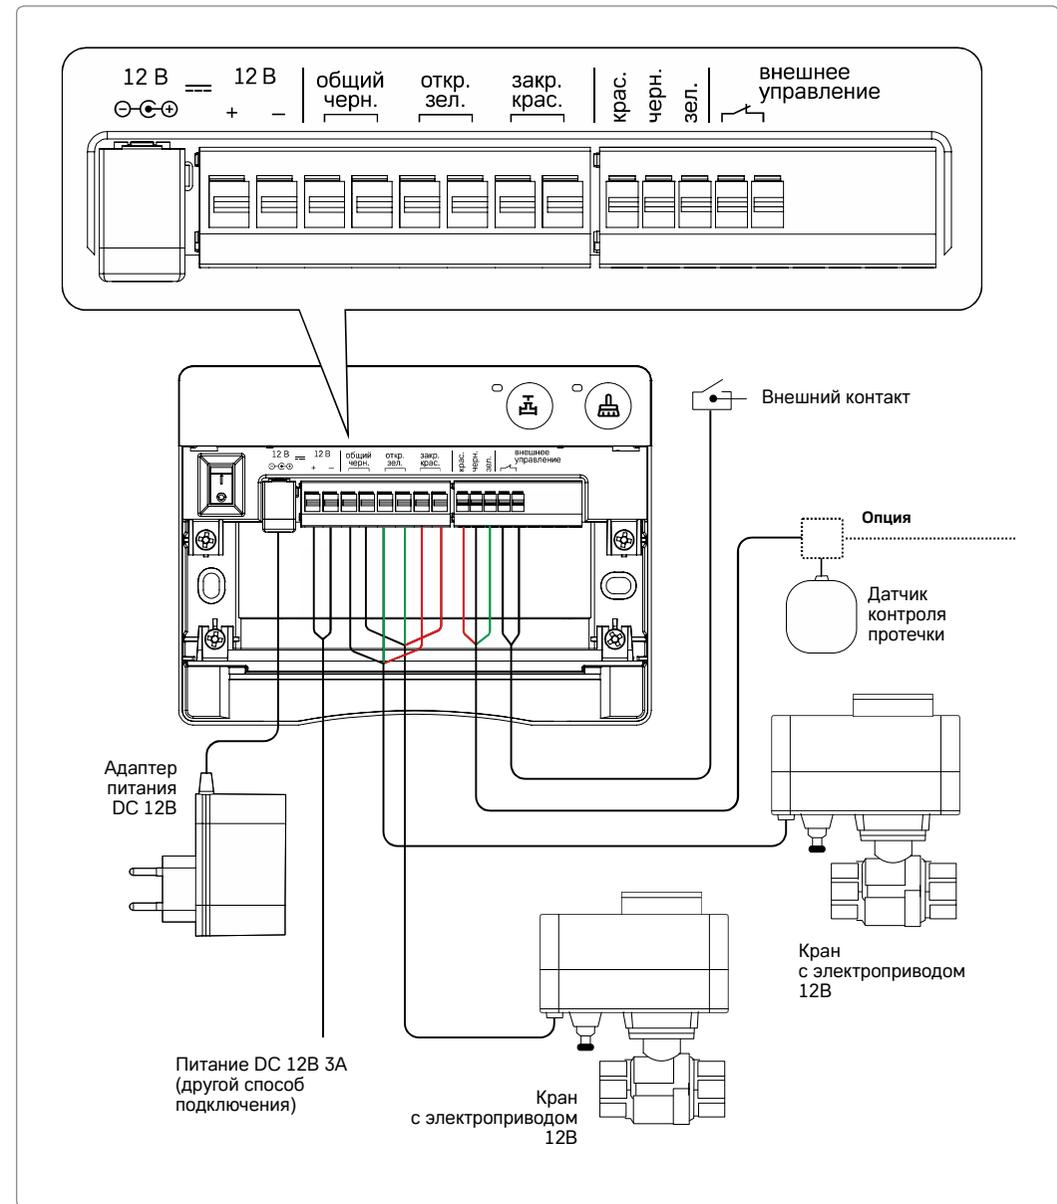

Рисунок 3. Схема подключения кранов шаровых с электроприводом, датчика контроля протечки воды и блока питания к модулю управления
Для подключения двух и более датчиков контроля протечки воды и трех и более кранов шаровых с электроприводом применяйте параллельную схему включения, используя внешние соединители (рис. 3). В клеммы модуля управления провода подключать по одному. Запрещено подключать два и более проводов.
3. Снимите лицевую крышку модуля (если не выполнили это в п. 2). Выполните соединение проводов в соответствии со схемой подключения (рис. 3). Зафиксируйте провода специальной планкой при необходимости.